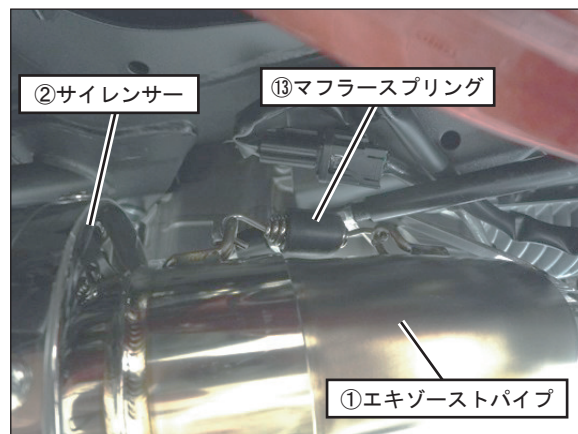

FIG. 6
6. ①エキゾーストパイプに②サイレンサーを取り付け、⑬マフラスプリング（フローティング）をスプリング取り付け工具を使用して取り付けして下さい。（FIG. 6 参照）